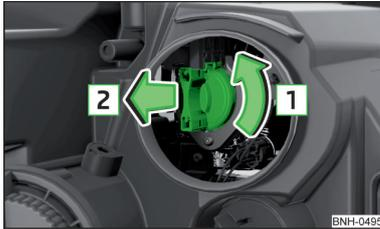

Abb. 190
- › Den Sockel bis zum Anschlag in Pfeilrichtung **[1]** drehen » Abb. 190.